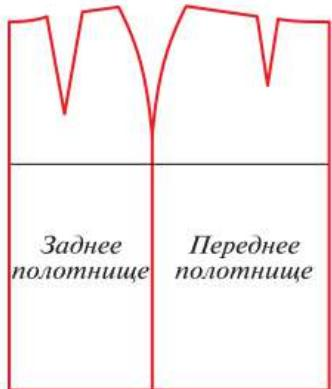

Рис. 6.40. Готовый
11. Построение чертежа основы закончено. Осталось лишь убрать линии построения и обвести контур чертежа основной сплошной линией (рис. 6.40).